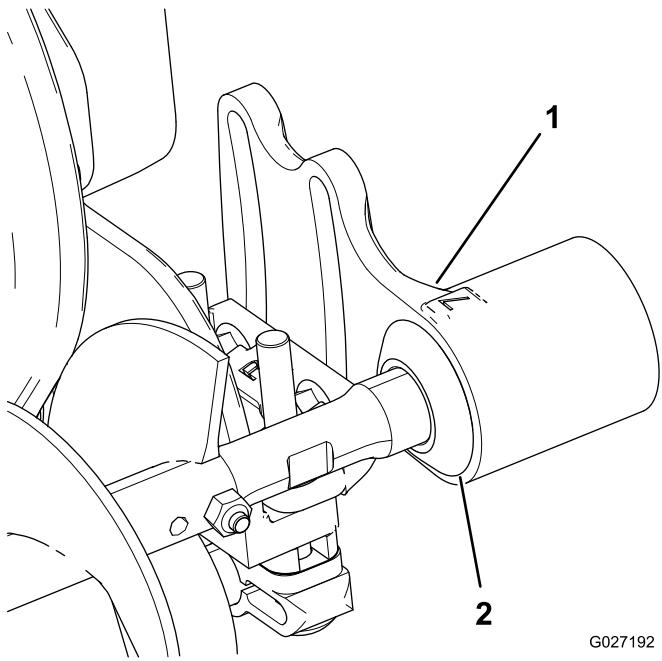

图 10
- 向外滑动每个防尘圈直到唇形密封圈与每个轴承座轻轻接触 图 10。